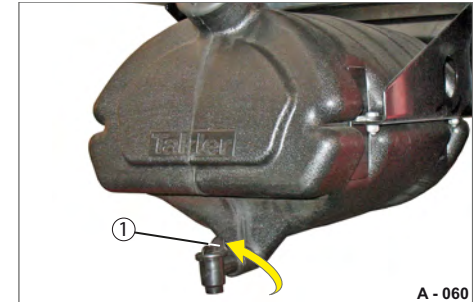

Abb. 92 Wassertank entleeren
- ▶ Drehen Sie den Hebel vom Auslaufhahn (Abb. 92/1) um 180° gegen den Uhrzeigersinn.